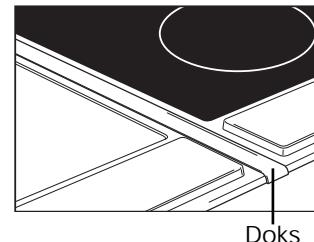

fig. 17
■ Vous pouvez encastrer deux ou plusieurs appareils Domino côte à côté dans une même niche et les accoupler à l'aide du joint d'étanchéité DOKS (fig. 17).